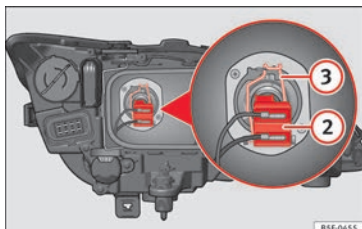

Abb. 206 Abblendlicht
- Ziehen Sie den Stecker »» Abb. 206 ② von der Lampe ab.
- Nehmen Sie die Haltefeder »» Abb. 206 ③ durch Eindrücken und Rechtsdrehung ab.